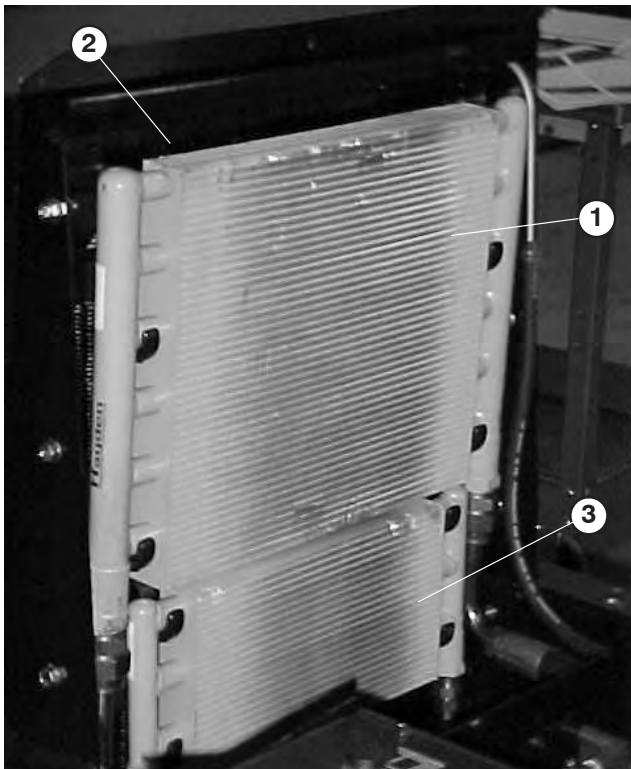

Bild 53
3. Heben Sie die Ölkühler etwas an und drehen Sie sie nach vorne (Bild 53). Reinigen Sie beide Seiten des Ölkühler- und des Wasserkühlerbereichs gründlich mit Druckluft. Schwenken Sie die Ölkühler in ihre ursprüngliche Position zurück.